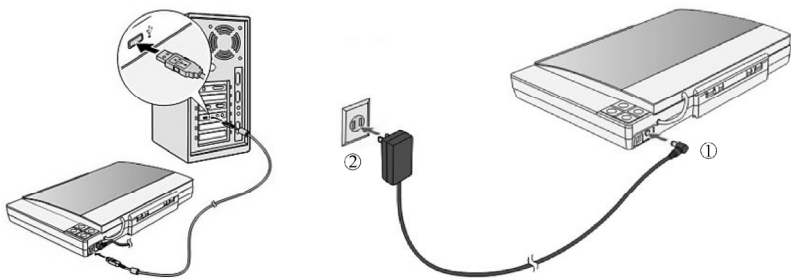

图 2-45 连接扫描仪和计算机主机
① 将扫描仪和计算机主机通过数据线连接,将扫描仪插上电源,如图 2-45 所示。